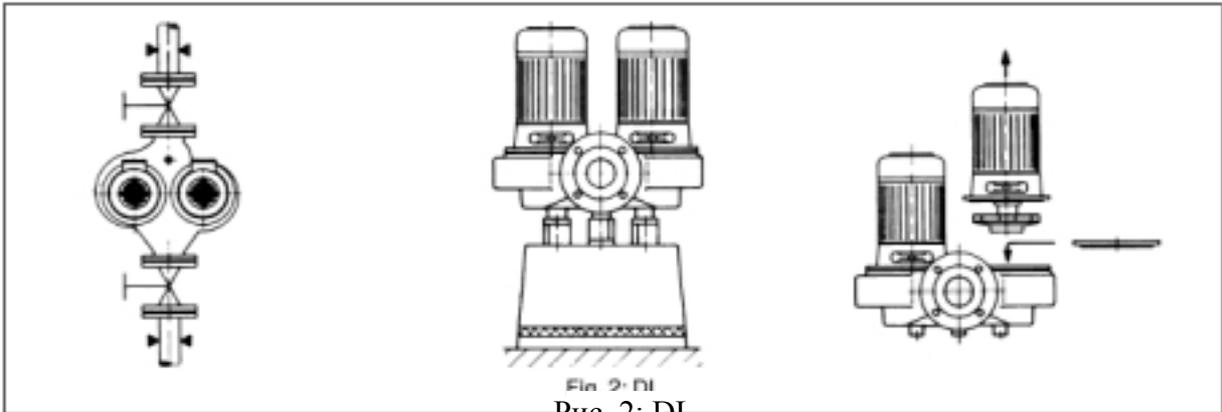

Рис. 2: DL
- **DL:** Два насоса сведены в один корпус (сдвоенный насос). Корпус насоса имеет конструкцию - INLINE (рис.2). Все насосы имеют опорные стопы. Монтаж насоса на плите фундаментной плите рекомендуется при номинальной мощности двигателя 4 кВт и выше.